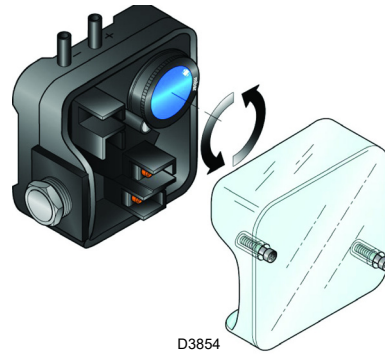

Fig. 23
- Regolare il pressostato aria (Fig. 23) a inizio scala.
- regolare il pressostato aria (Fig. 23), posto sulla cassa d'aria del bruciatore, a inizio scala.
Eeguire la regolazione del pressostato aria dopo aver effettuato tutte le altre regolazioni del bruciatore con il pressostato aria regolato a inizio scala (Fig. 23). Con il bruciatore funzionante alla potenza MAX aumentare la pressione di regolazione girando lentamente in senso orario l'apposita manopolina fino al blocco del bruciatore. Girare quindi la manopolina in senso antiorario di un valore pari a circa il 20% del valore regolato e verificare successivamente il corretto avviamento del bruciatore. Se il bruciatore blocca nuovamente, girare ancora un poco la manopolina in senso antiorario.